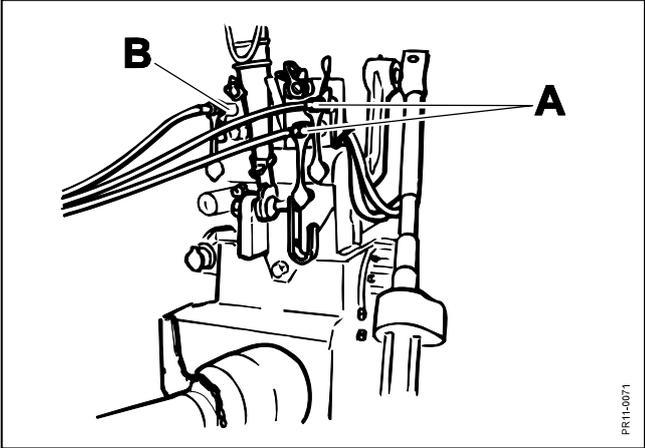

Fig. 2-16
**Fig. 2-16** Die Hydraulikschläuche für den Schwenkzylinder der Zugdeichsel an den doppelwirkenden Anschluß **A** anschließen. Die Schläuche des Radzylinders an einen einfachwirkenden Anschluß **B** an dem Schlepper anschließen. Sehen Sie evtl. **HYDRAULIKDIAGRAMM** Seite 77 hinten in dieser Gebrauchsanleitung.